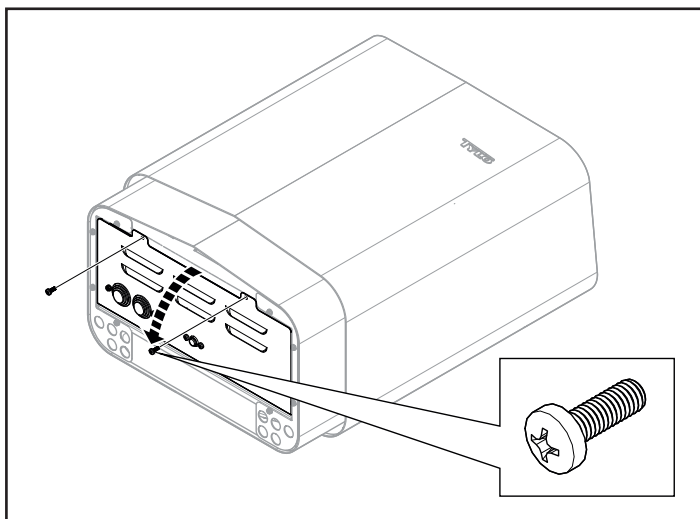

Рисунок 9: Открытие/закрытие крышки
2. Открутите винты и откройте крышку (см. Рисунок 9).
5. Закройте крышку и закрутите винты (см. Рисунок 9).